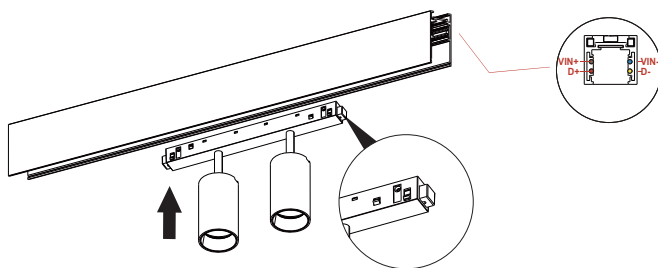

Figure 22
2. Assurez-vous que le + et le - soient dans le bon sens et insérez le luminaire dans le rail (Figure 22).
3. Appuyez sur le bouton des deux extrémités du luminaire pour émettre un déclic (Figure 22).